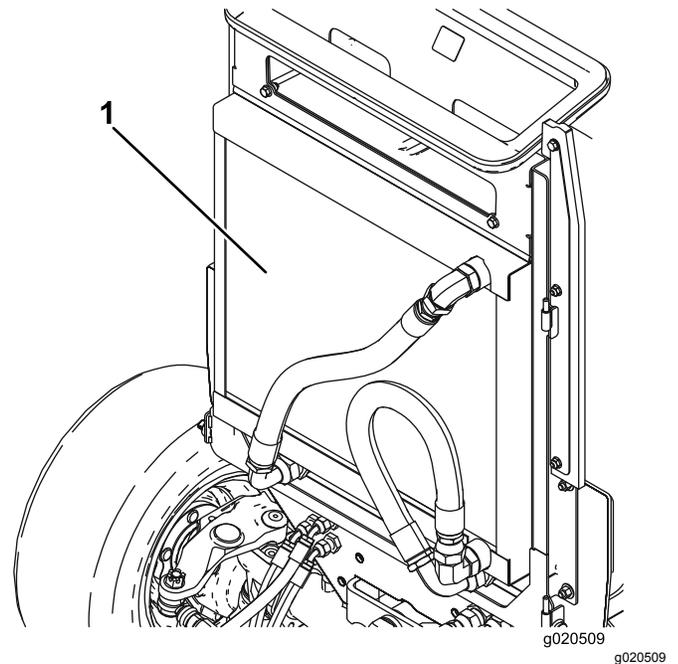

Figure 79
3. Nettoyez soigneusement les deux côtés du refroidisseur d'huile et du radiateur (Figure 79) à l'air comprimé. Commencez par l'avant et soufflez les débris vers l'arrière. Nettoyez ensuite en soufflant de l'arrière vers l'avant. Répétez cette procédure plusieurs fois jusqu'à ce qu'il ne reste plus aucun débris.